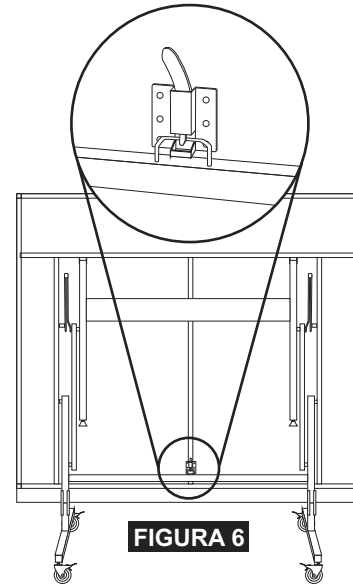

FIGURA 6
3. Asegure la mesa en posición de Cerrada con los pasadores de Seguridad como se muestra en la **FIGURA 6**.